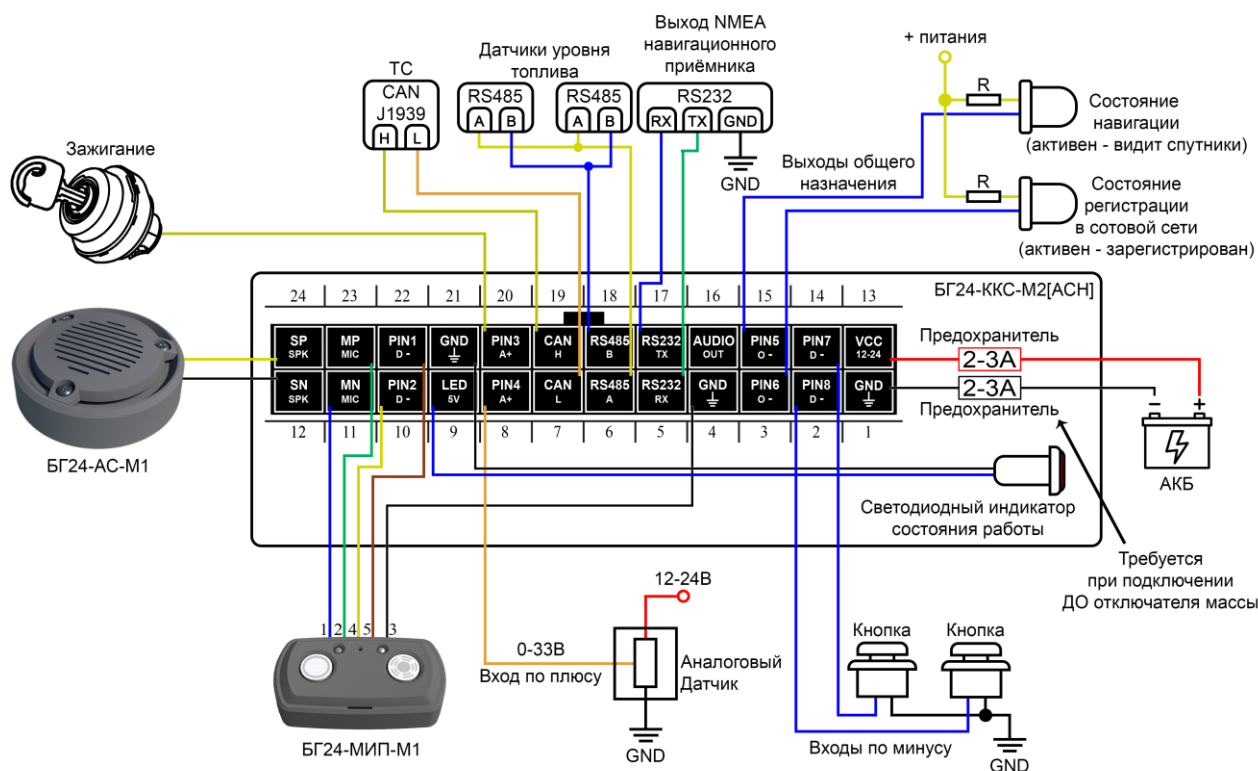
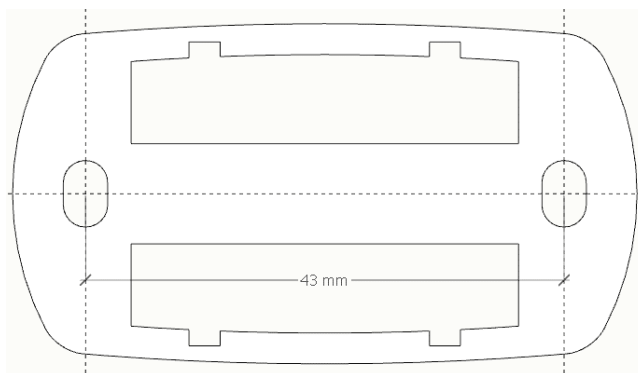

Рисунок 2. Схема подключения дополнительного оборудования.
Рисунок 5 – Шаблон крепления **БГ24-МИП-М1**
- **БГ24-МИП-М1** – содержит микрофон и кнопки сигнала бедствия и вызова диспетчера, должен находиться в зоне досягаемости с рабочего места водителя без изменения положения тела. Устанавливается в предварительно подготовленное с помощью шаблона крепления (рисунок 5) место на панели ТС и фиксируется с помощью двух болтов или саморезов. Для функционирования блока **БГ24-МИП-М1** требуется подключить соответствующие провода в разъем блока, вставить пины согласно схеме (рисунок 2) либо взять соответствующую кабельную сборку с уже подключенным МИП.